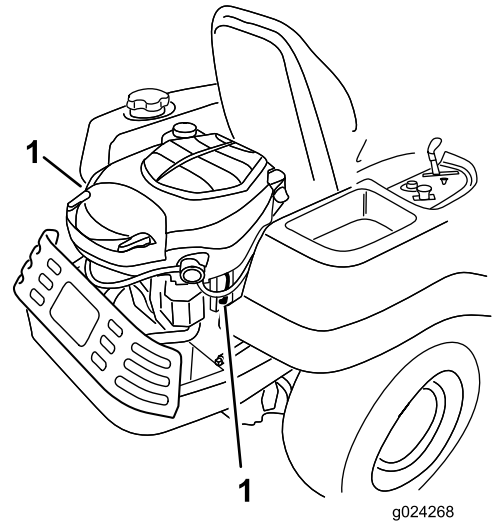

Figure 32
3. Débranchez le fil de la ou des bougies (Figure 32).
3. Rebranchez le fil de la bougie (Figure 32).